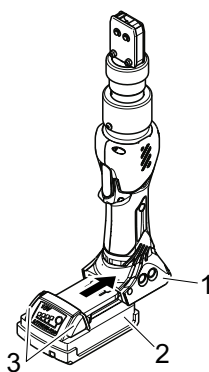

Fig. 11: Colocación de la batería
- Deslice la batería (Fig. 11/2) en las tenazas de contracción CP 10 / CP 20 / CC 20 (Fig. 11/1) hasta que se enclave el cierre de seguridad.
La batería queda colocada cuando es posible mover los botones (Fig. 11/3) y se escucha un ruido de clic.